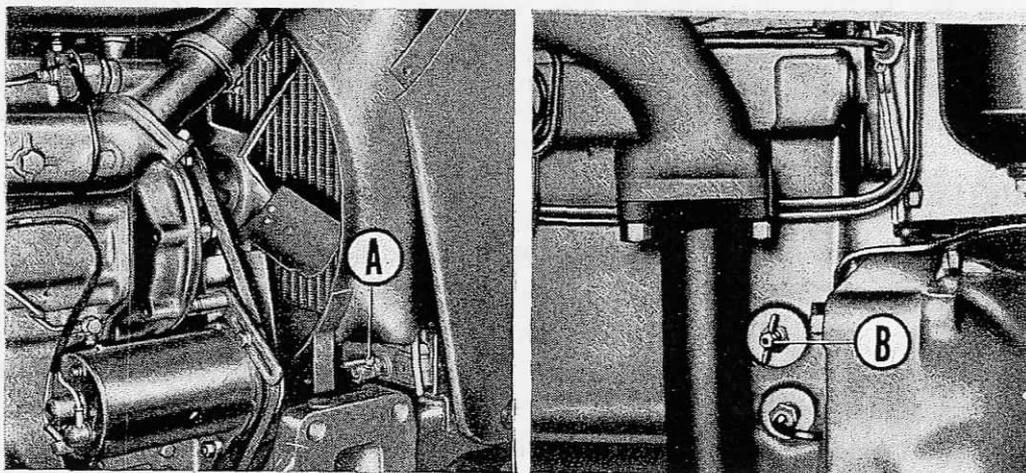

Fig. 27
- Effectuer la vidange complète du système de refroidissement (un robinet en bas du radiateur et un sur le côté gauche du moteur [voir fig. 27]). Rincer et remplir avec de l'eau de pluie.